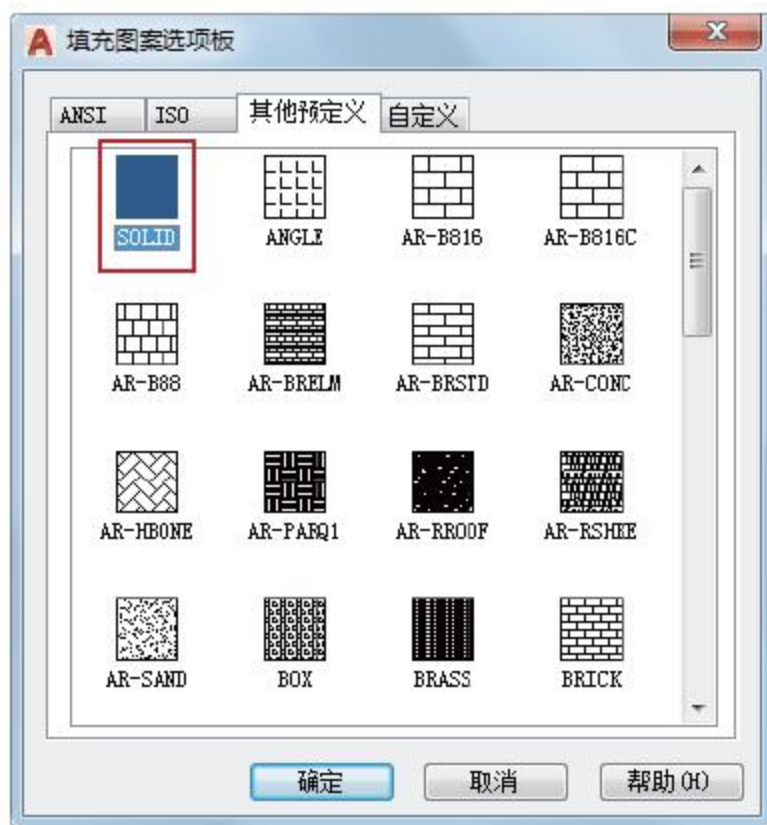

图4-154 选择图案
- 03 单击【样例】右侧的按钮，弹出【填充图案选项板】对话框，选择SOLID图案，如图4-154所示。